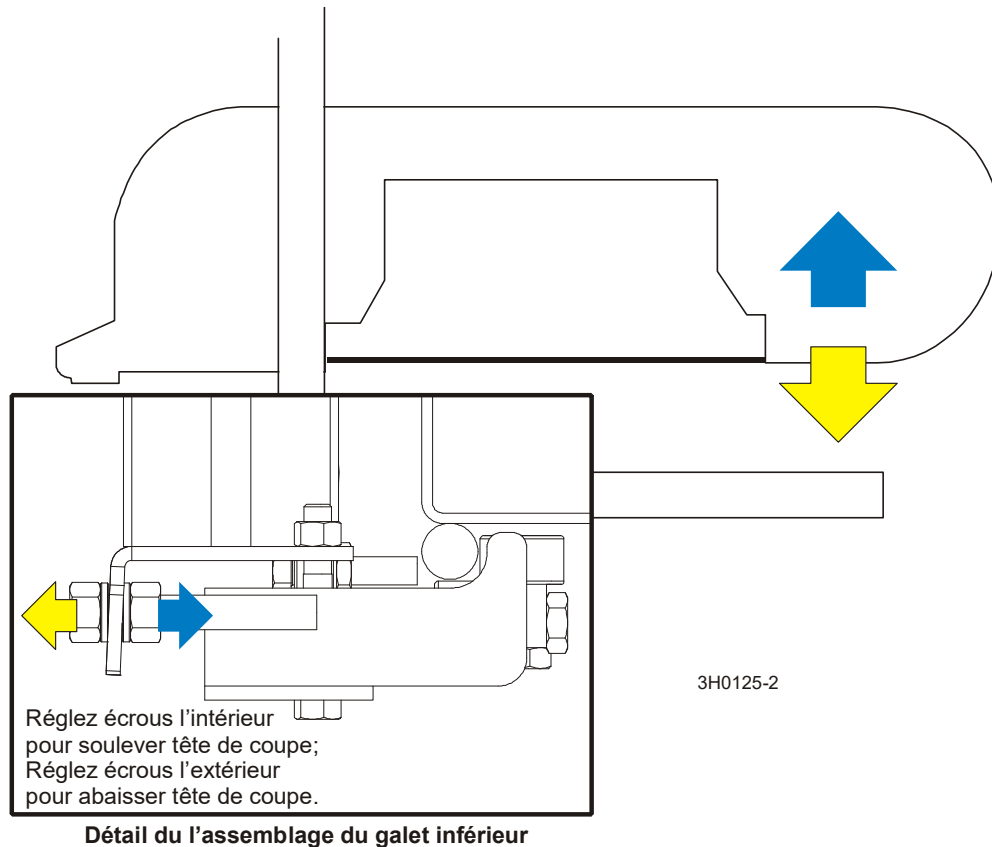

FIG. 7-46
**Voir Figure 7-46.** Pour ajuster l'inclinaison de la tête de coupe, utilisez les écrous d'ajustement horizontal. Pour soulever l'extérieur de la tête de coupe, desserrez les quatre écrous intérieurs d'ajustement d'un 1/4 de tour et serrez les quatre écrous extérieurs. Vérifiez la distance de la lame jusqu'aux supports du banc et ajustez les écrous d'ajustement horizontal jusqu'à ce que l'extérieur de la tête de coupe soit à 1/16" (1,5mm) plus haut que l'intérieur.